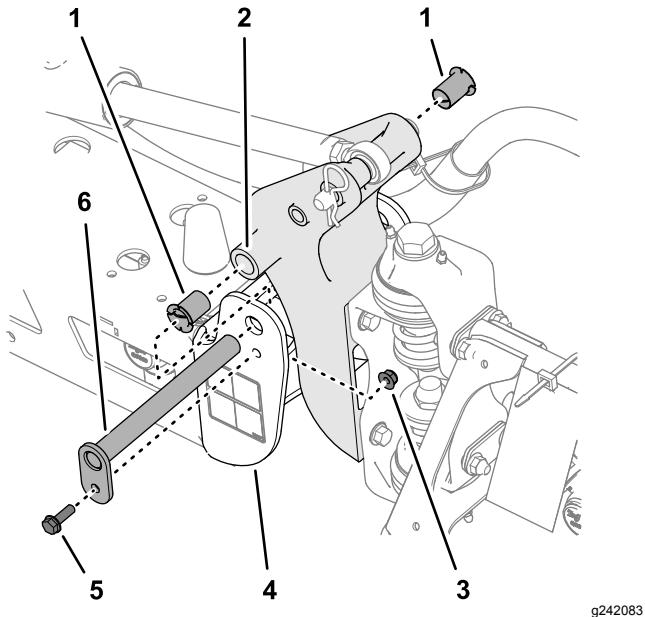

Figura 107
3. Retire el perno y la tuerca que sujetan el pasador de giro, y retire el pasador (Figura 107).
5. Retire los casquillos de nylon desde delante y desde detrás del soporte del giro, e inspecciónelos (Figura 107).
6. Lubrique los casquillos de nylon con una pequeña cantidad de aceite e instale los casquillos en el soporte del giro (Figura 107).
7. Alinee los taladros del soporte de giro con los taladros del perfil de extremo (Figura 107).